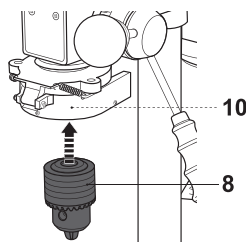

Fig. 5
- > Monte el portabrocas (8) en el husillo (10) (Fig. 5).
- > Coloque una pieza de descarte de madera en la mesa del taladro (7).
- > Gire las empuñaduras (4a) para bajar el portabrocas (8) a la posición más baja y así forzar el portabrocas en el husillo (10).